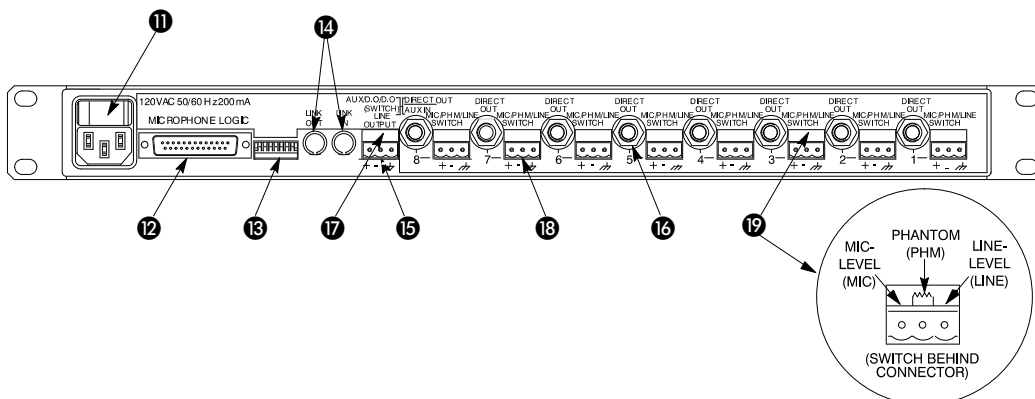

FIGURA 2
**CONTROLLI, CONNETTORI E LED DEL PANNELLO POSTERIORE** (Figura 2)
14. **Prese jack d'ingresso (IN) e di uscita (OUT) per collegamenti:** consentono di collocare in serie più mixer SCM810, per ottenere ulteriori ingressi. È possibile collegare fino a 50 mixer SCM810.